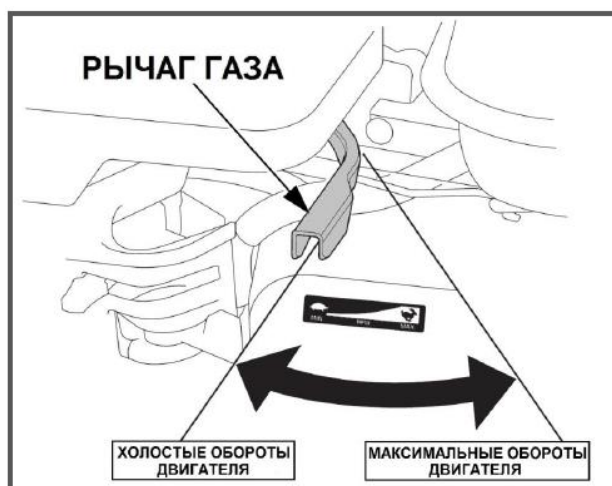

Рис. 8 Положения рычага газа
4. Переведите рычаг газа на 1/3 хода в сторону положения максимальных оборотов двигателя (Рис. 8).